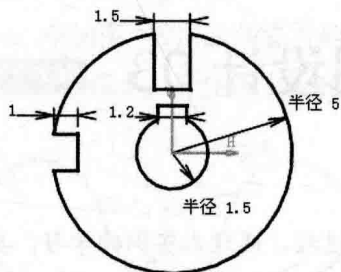

图 2.5 添加水平约束
Step5. 添加图 2.5 所示的水平约束。选择下拉菜单 **插入** → **约束** → **约束创建** → **水平** 命令;标注图中的各直线尺寸。